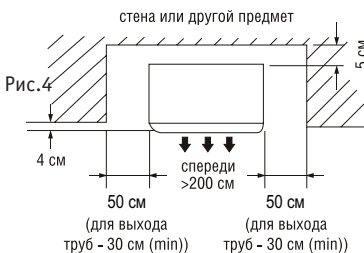

Рис.3
- Вокруг кондиционера должно быть достаточно свободного пространства для монтажа и технического обслуживания (см. рис.3).